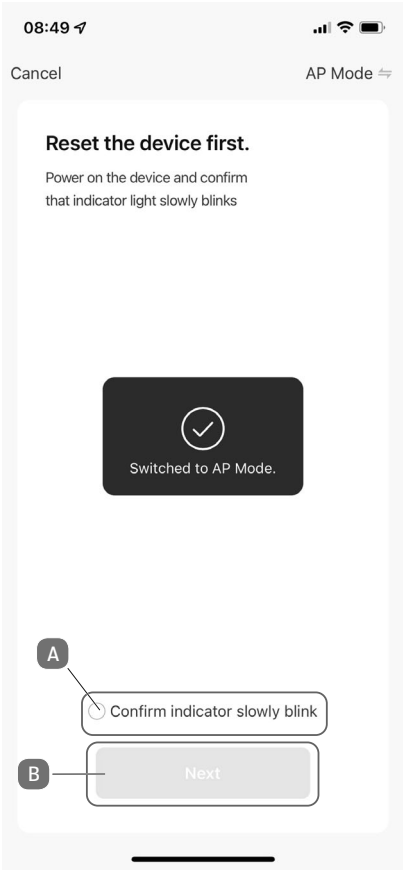

Fig. 6
- Aparece la confirmación de que se cambió al modo AP (fig. 6).
- ▶ Ponga una marca de verificación en PASO SIGUIENTE (A) y, a continuación, pulse SIGUIENTE (B).